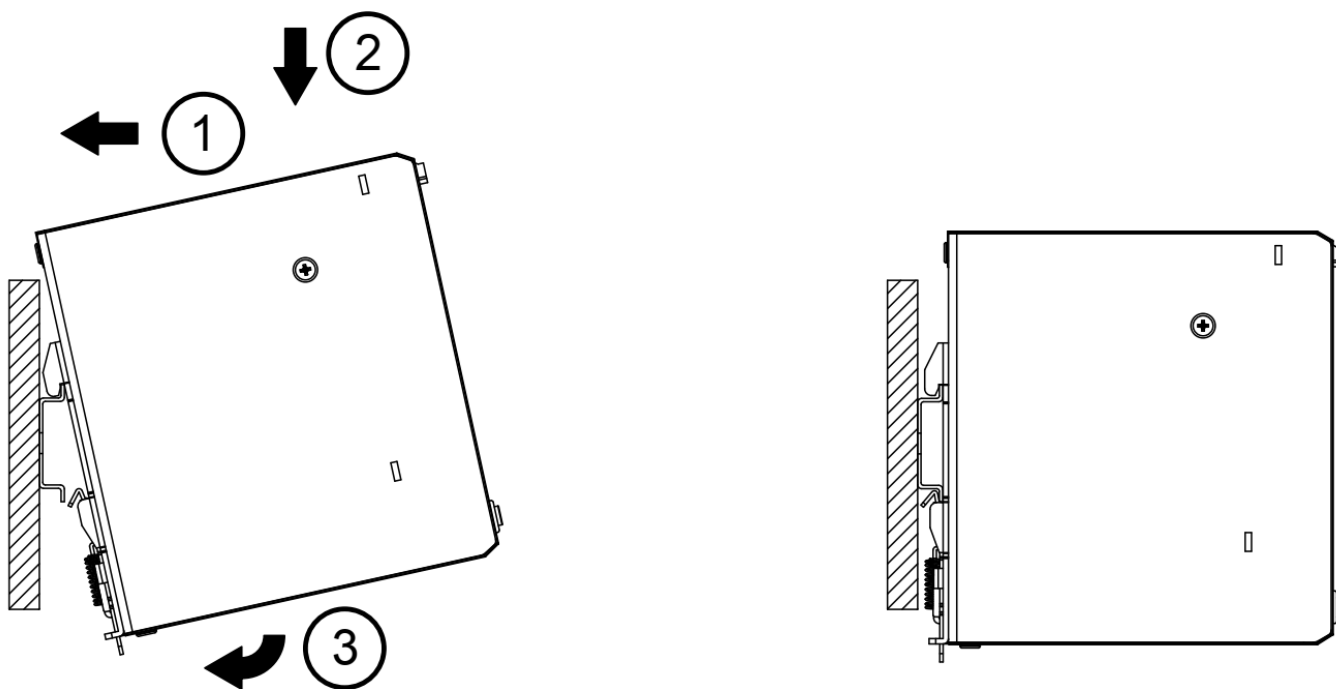

Рис.3. Установка устройства на DIN-рейку.
3. Монтаж устройства (Рис. 3)
Установку импульсного блока питания на DIN рейку производят в следующем порядке, см. рис.3: